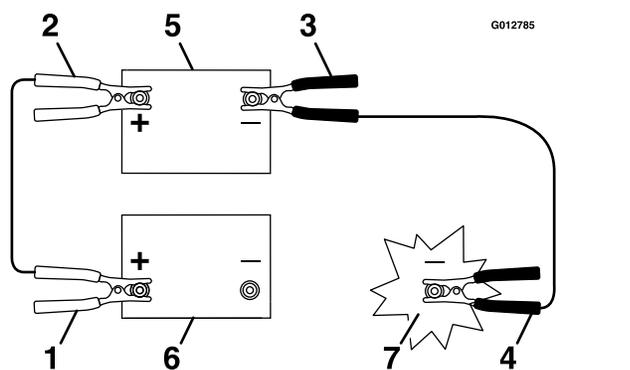

Figure 43
- Reliez le câble de démarrage positif rouge (+) à la borne positive de la batterie à plat, comme montré à la Figure 43.
- Reliez l'autre extrémité du câble positif à la borne positive de la batterie de secours (Figure 43).
- Sur la machine dont la batterie est à plat, reliez l'autre extrémité du câble de démarrage négatif au bloc-moteur, à l'écart de la batterie et des courroies (Figure 43).
- Retirez le câble négatif du bloc-moteur (Figure 43).
- Retirez le câble négatif de la batterie déchargée (Figure 43).
- Retirez le câble positif de la batterie de secours (Figure 43)
- Retirez le câble positif de la batterie déchargée (Figure 43)